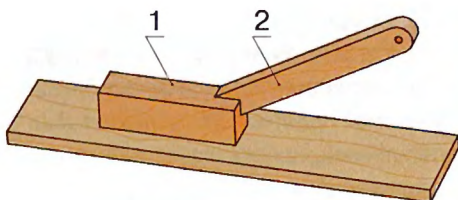

Рис. 8. Использование толкателя: 1 — заготовка; 2 — толкатель.
6. При работе пилы в стационарном режиме используйте толкатель (рис. 8), позволяющий прижимать и подавать заготовку на пильный диск. Особенно он необходим при обработке коротких и тонких заготовок.